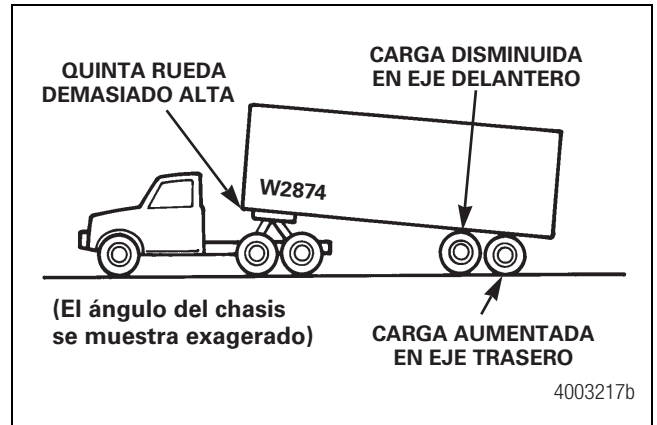

Figura 6.15
- En la suspensión que aparece en la Figura 6.15, la quinta rueda es demasiado alta y, por consiguiente, hay una sobrecarga del eje trasero. Si la quinta rueda hubiese estado demasiado baja, la sobrecarga sería en el eje delantero.